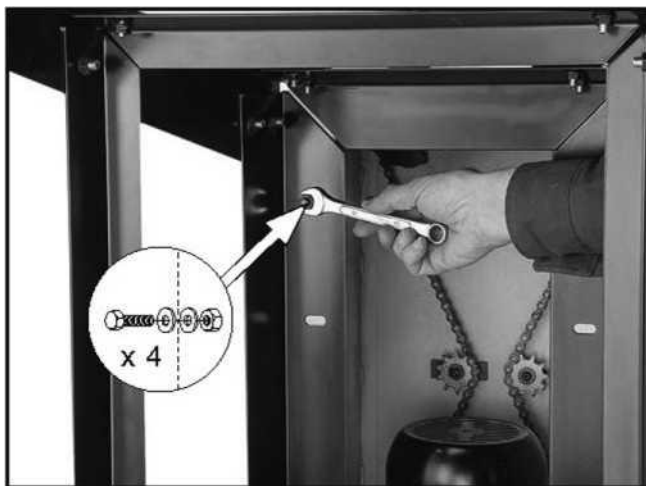

Рисунок 10. Установка шлифовального станка на подставку.
12. Закрепите подставку на шлифовальной машине с помощью (4) болтов с шестигранной головкой M8-1.25 x 20, (8) шайб 8 мм и (4) гаек M8-1.25 (см. рисунок 10).